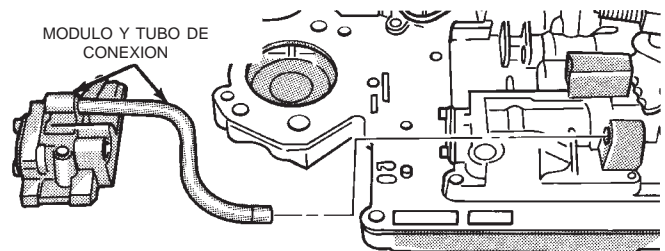

Fig. 61 Módulo de embrague y tubo de conexión
(34) Inserte el tubo de conexión en la abertura del cuerpo de válvulas (Fig. 61).
(35) Coloque el módulo de válvula de embrague del convertidor en su posición en la placa separadora. Instale los tornillos que fijan el módulo de embrague del convertidor al cuerpo de válvulas (Fig. 61).